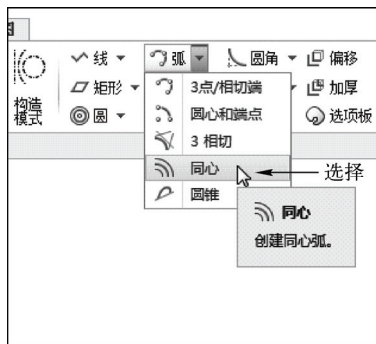

图 2-58 选择“同心”选项
STEP 02 在功能区选项板的“草绘”选项卡中，单击“草绘”面板中的“弧”右侧的下拉按钮，在弹出的列表框中选择“同心”选项，如图 2-58 所示。